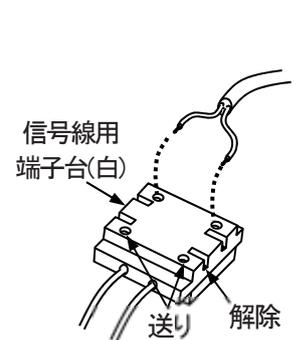

図3 調光信号線の接続
- ・信号線(CPEV線)を信号線用端子台に確実に差し込み接続する。(図3参照)